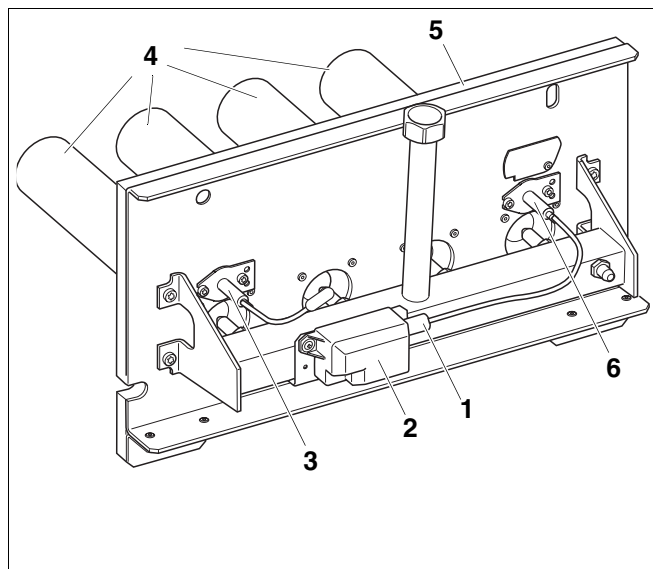

Fig. 43 Curățați arzătorul
- Îndepărtați racordul cablului de aprindere (Fig. 43, **Poz. 1**) de pe transformatorul (Fig. 43, **Poz. 2**) de aprindere.
- Îndepărtați șuruburile electrodului de supraveghere (Fig. 43, **Poz. 3**) și îndepărtați cu grijă electrodul de supraveghere.
- Îndepărtați șuruburile electrodului de aprindere (Fig. 43, **Poz. 6**) și îndepărtați cu grijă electrodul de aprindere.
- Adânciți tunurile de ardere (Fig. 43, **Poz. 4**) în apă cu soluție de curățare și spălați-le.
Aveți grijă ca izolația termică și plăcuța arzătorului (Fig. 43, **Poz. 5**) precum și trafal de aprindere (Fig. 43, **Poz. 2**) să nu se ude. Deșurubați eventual trafal de aprindere.